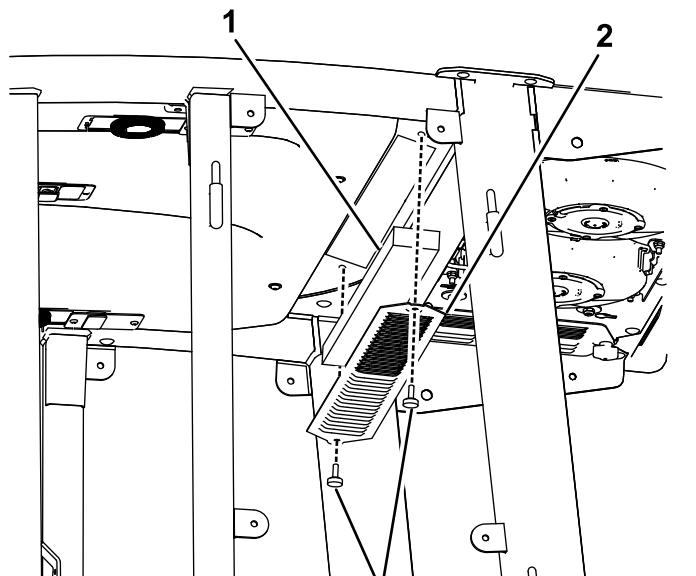

Figura 51
- Retire los tornillos y las rejillas que cubren el filtro interior y el trasero de la cabina (Figura 51).